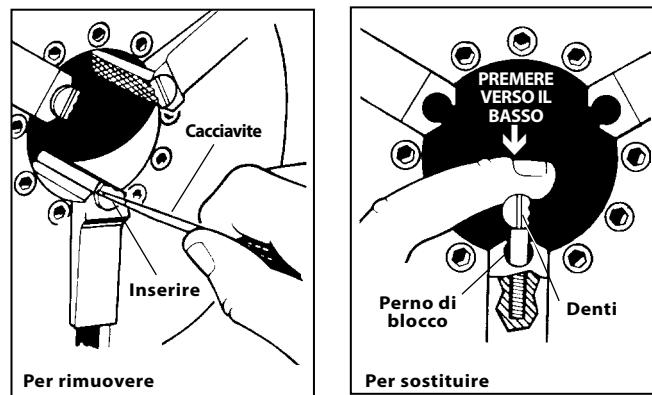

Figura 33 – Sostituzione degli inserti delle ganasce
1. Collegare il cacciavite nella fessura dell'inserto e girarlo di 90 gradi in una qualsiasi direzione. Rimuovere l'inserto (Figura 33).
2. Collegare l'inserto lateralmente sul perno di blocco e premerlo il più possibile (Figura 33).